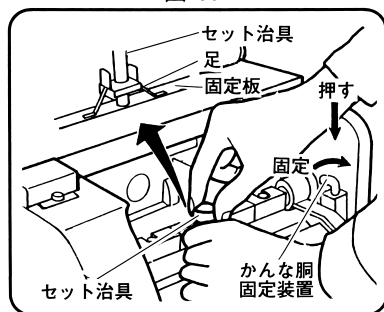

図 31
(3) かなな胴回転用つまみをまわし、自動かなな部の固定板(図 31 参照)を上側にします。
(4) かなな胴固定装置のレバーを指先で押し、右(図中固定側)にまわしてかなな胴を固定します。(図 31)
(5) 付属のセット治具を固定板に 4~5 回転ねじ込み、セット治具の両側の足を固定板に接触させます。